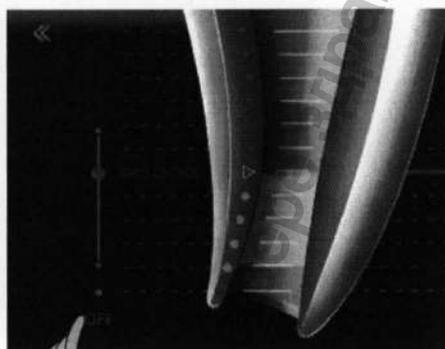

Рис. 25. Касание OFF
• Для того чтобы отключить линию DR'S CHOICE, вернитесь обратно в меню настроек, выберите функцию DR'S CHOICE и коснитесь OFF (отключить) (рис. 25).